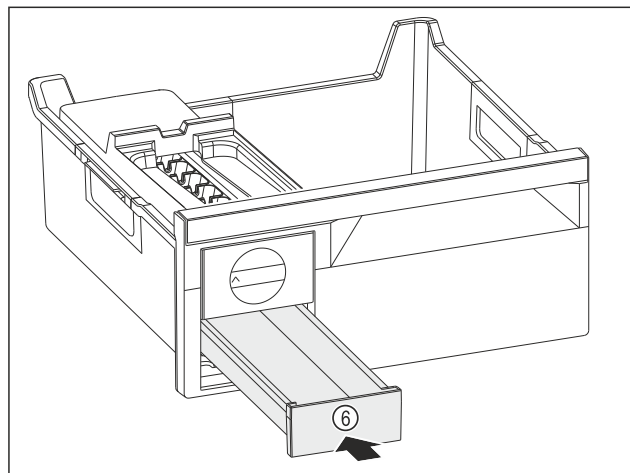

Fig. 148
- Zasuňte zásuvku na kocky ľadu Fig. 148 (6).